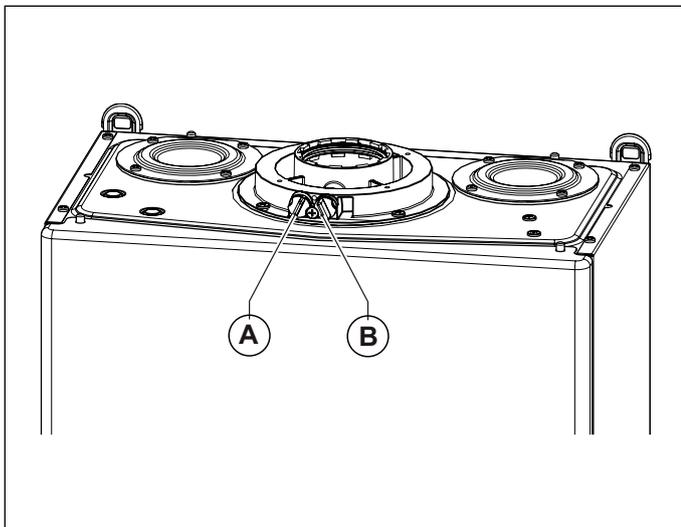
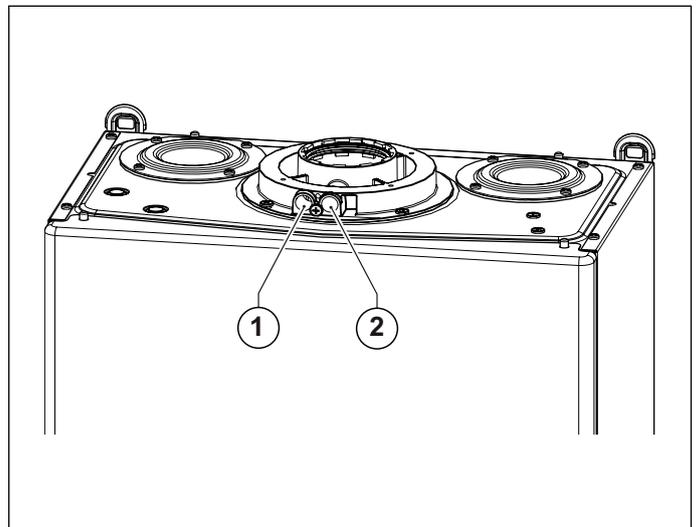

Рис. 18 Положення заглушок
Рис. 19 Положення отворів
На котлі є патрубок для підключення до системи забору повітря/димовідведення (дивись Рис. 18 Положення заглушок та Рис. 19 Положення отворів).
В патрубок передбачено два отвори для прямого доступу до повітря, що йде на згорання, та до димових газів (дивись Рис. 19 Положення отворів).
Для проведення вимірів необхідно зняти заглушки **A** та **B** з отворів на патрубок (дивись Рис. 18 Положення заглушок).
- замір температури повітря що йде на горіння **1** (дивись Рис. 19 Положення отворів).
- замір температури димових газів та вмісту CO₂ в спеціальному отворі **2** (дивись Рис. 19 Положення отворів).